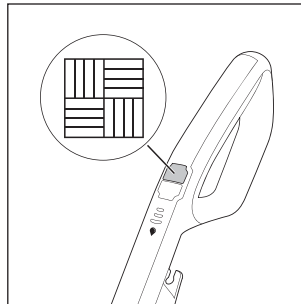

Fig. 13
- ♦ Para ligar o aparelho, prima o interruptor Pavimento duro  **14** (ver fig. 13). O LED do interruptor Pavimento duro  **14** acende-se com a cor azul.
- ◆ Para desligar o aparelho, prima novamente o interruptor Pavimento duro 14 (ver fig. 13).